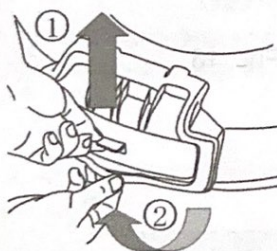
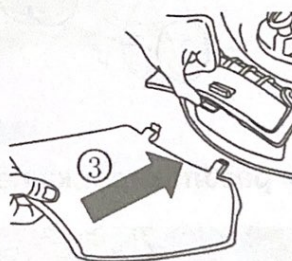

Рис. 11
Рис. 12
- 1.Откройте боковую защитную панель, удерживайте ее в нужном положении и совместите крючки на насадке со стержнями, на которые ее нужно повесить (рис. 11 и рис. 12).